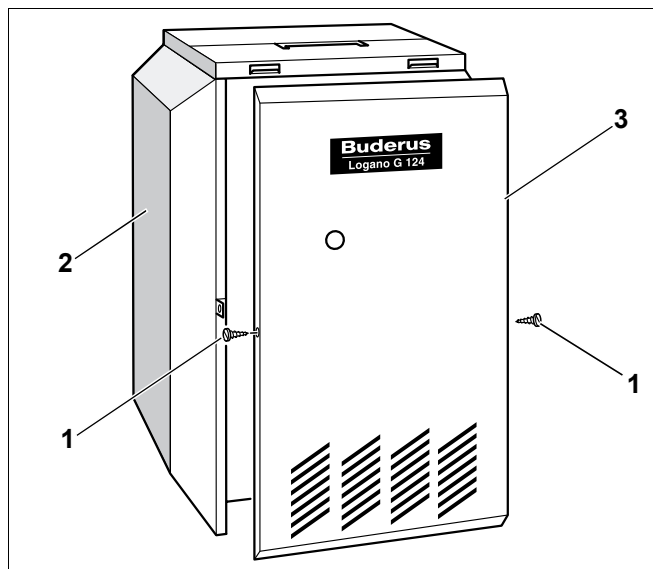

Рис. 12 Демонтаж передней стенки котла
- Вывернуть фиксирующие винты (рис. 12, поз. 1) передней стенки (рис. 12, поз. 3).
- Снять переднюю стенку котла (рис. 12, поз. 3). Для этого ее нужно немного приподнять и снять, подав на себя.